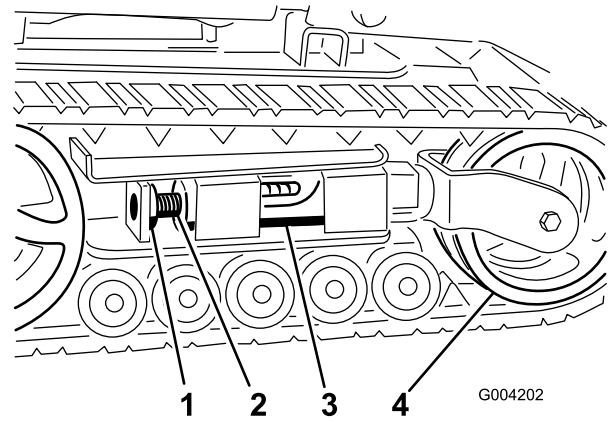
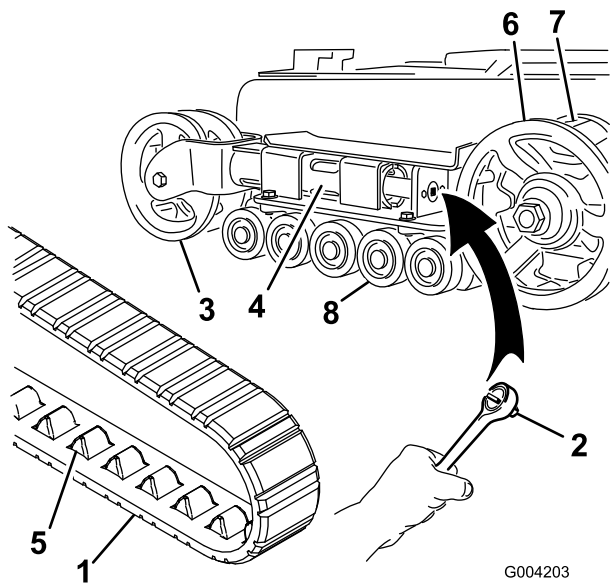
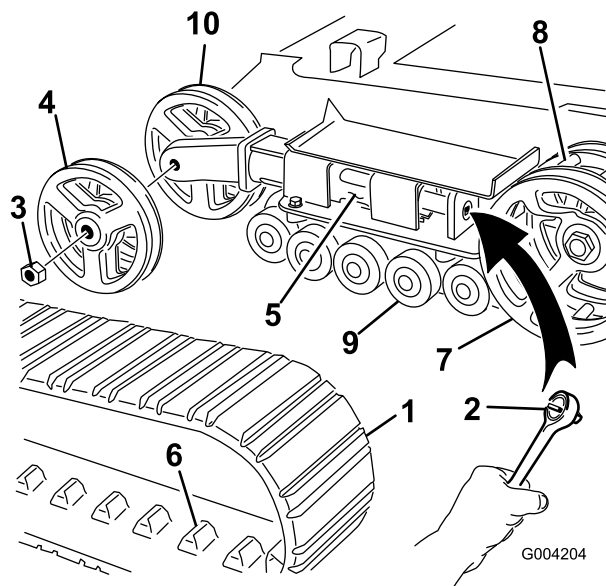

Figura 45
Figura 46
Figura 47
4. Retire el perno de bloqueo y la tuerca (Figura 45).
6. Alinee la muesca más próxima del tornillo tensor con el taladro del perno de bloqueo, y fije el tornillo con el perno de bloqueo y la tuerca (Figura 45).
Nota: Tiene orugas estrechas si las ruedas de tensión delanteras están montadas dentro de una horquilla en el extremo del tubo de tensión (Figura 46).
5. Usando una llave de carraca de ½", alivie la tensión en la oruga girando el tornillo tensor en sentido horario (Figura 45 y Figura 46).
- Empuje la rueda tensora hacia la parte de atrás de la unidad de tracción para mover el tubo tensor contra el bastidor (Figura 46).
- Cuando haya retirado la oruga de la rueda tensora, retírela del piñón de arrastre y de las ruedas de rodaje (Figura 46).
- Empezando en la rueda motriz, pase la oruga nueva alrededor de dicha rueda, asegurándose de que los salientes de la oruga encajen entre los dientes del piñón (Figura 46).
- Empuje la oruga por debajo de y entre las ruedas de rodaje (Figura 46).
Nota: Tiene orugas estrechas si las ruedas de tensión delanteras están montadas en los laterales del extremo del tubo de tensión (Figura 47).
- Retire el perno de bloqueo y la tuerca (Figura 45).
- Usando una llave de carraca de 1/2", alivie la tensión en la oruga girando el tornillo tensor en sentido horario (Figura 45 y Figura 47).
- Empuje la rueda tensora hacia la parte de atrás de la unidad de tracción para mover el tubo tensor contra el bastidor (Figura 47).
7. Retire la tuerca que fija la rueda tensora exterior y retire la rueda (Figura 47).
8. Retire la oruga (Figura 47).
9. Retire la tuerca que fija la rueda tensora interior y retire la rueda (Figura 47).
13. Instale la rueda tensora interior y fíjela con la tuerca que retiró anteriormente (Figura 47).
15. Instale la oruga nueva, asegurándose de que los salientes de la oruga encajen entre los dientes del centro la rueda motriz (Figura 47).
16. Instale la rueda tensora exterior y fíjela con la tuerca que retiró anteriormente (Figura 47).
6. Coloque el tapón engrasado sobre la cabeza del perno (Figura 46).
7. Sujete el tapón de la rueda de rodaje con la anilla a presión (Figura 46).